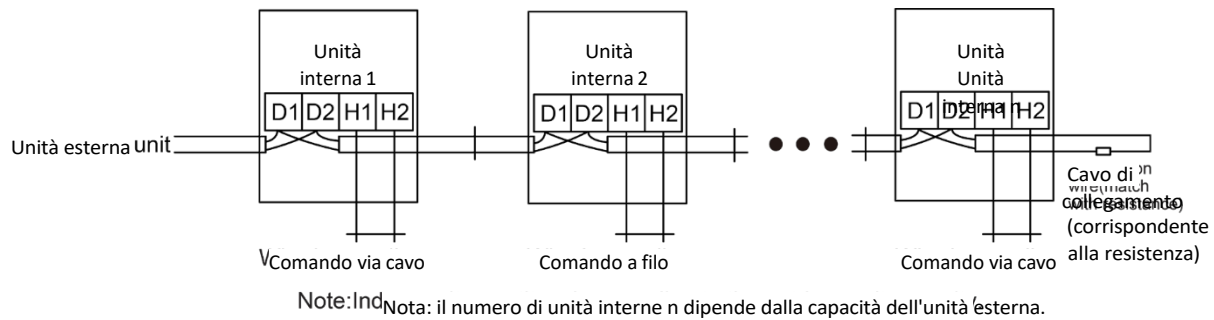

Fig. 5.3.2
- 2 Per una comunicazione più affidabile, assicurarsi di collegare la resistenza di terminale all'unità interna più a valle del bus di comunicazione (morsetti D1 e D2), come illustrato in Fig. 5.3.2; la resistenza di terminale è fornita con ogni unità esterna.